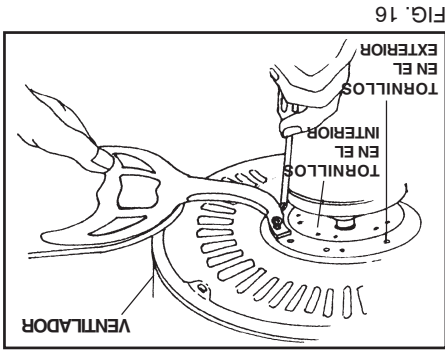

FIG. 16
Nota: Usted tiene la opción de instalar cinco (5) o cuatro (4) aspas. Si está usando cuatro aspas, monte la abrazadera de la aspa en los agujeros para tornillos en el interior del motor. Si está usando cinco aspas, monte la abrazadera de la aspa en los agujeros para tornillos en la parte exterior del motor. (Fig. 16 & 16a)
**Paso 2.** Quite los topes de goma y deséchelos. Instale la unión de las aspas al motor asegurándolas con los tornillos y rondanas incluidas. (Fig. 16 & 16a)